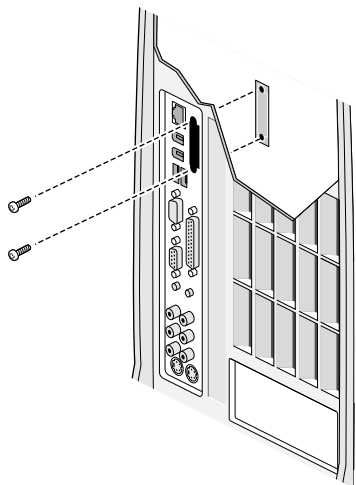

図 5-8 I/O ブランクパネルの取り外し
5. ワークステーションの背面にある、フラットパネルのデジタルインタフェースオプションカードの I/O ブランクパネルの位置を確認します (図 5-8)。